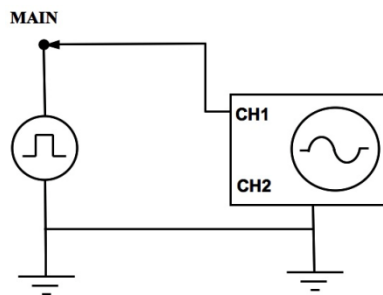

Figura 2.11: Circuito a ser montado com um gerador de sinais e um osciloscópio.
1. Monte o circuito da figura 2.11. Observe que esse circuito corresponde a escolher a forma de onda quadrada e a ligar diretamente a saída do gerador de sinais ao canal CH1. Este será o circuito utilizado para todos os procedimentos experimentais desta aula.